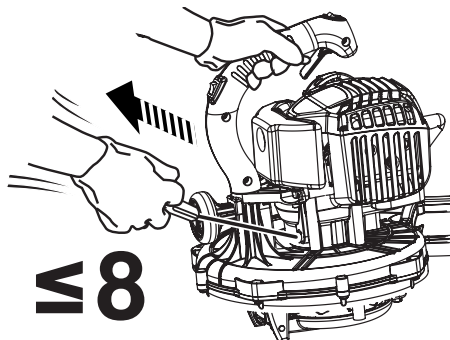

Fig. 18
4. Enfoncez complètement la gâchette des gaz et tirez sur la poignée du lanceur jusqu'à ce que le moteur démarre. Ne tirez pas sur le lanceur à plus de 8 reprises. [Fig. 18]